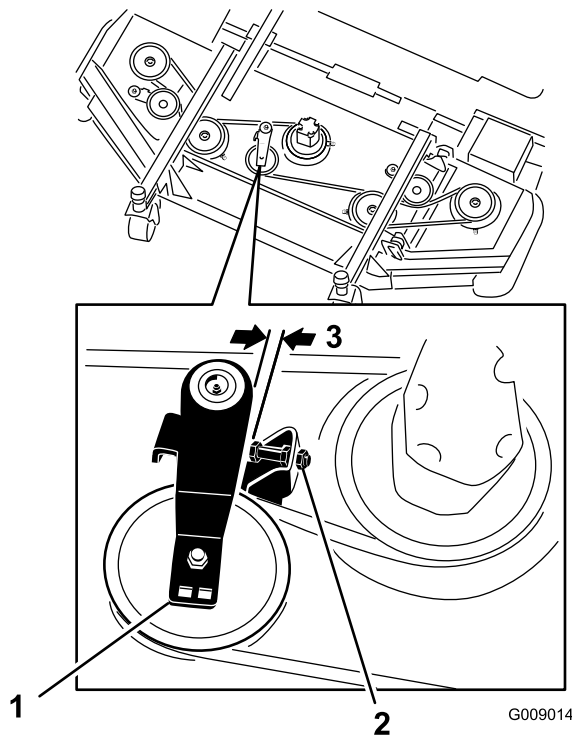

Bild 127
3. Lösen Sie am Frontmähwerk in der Mitte die Klemmmutter an der Anschlagschraube der Spannscheibe und drehen die Anschlagschraube in die Halterung (Bild 127).
4. Schieben Sie jede Spannscheibe des Seitenmähwerks mit einem Ratschenschlüssel oder einem ähnlichen Werkzeug vom Treibriemen, um die Spannung zu lösen, und lassen Sie den Riemen von der Spannscheibe des Seitenmähwerks rutschen (Bild 127).